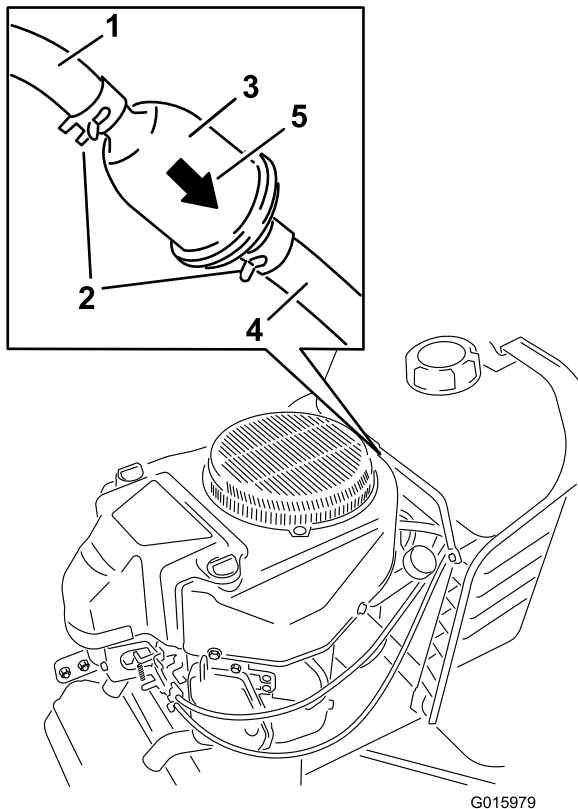

Figure 23
3. Soulevez le capot et repérez le filtre à carburant entre le réservoir et le moteur (Figure 23).
4. Pincez les extrémités des colliers et éloignez les colliers du filtre (Figure 23).
7. Rapprochez les colliers de flexibles du filtre (Figure 23) pour le fixer en place.